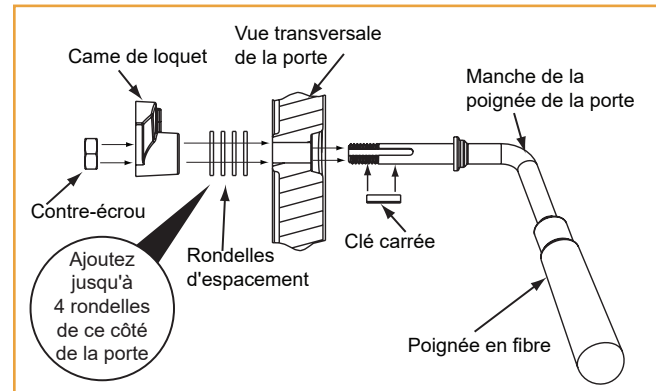

Figure 21.4
3. Installez la deuxième rondelle comme illustré à la figure 21.4.
7. Installez la poignée à ressort en la faisant tourner dans le sens antihoraire vers l'emplacement de dégagement de 51 mm (2 po) sur la tige de la poignée de porte (**Figure 21.4**).